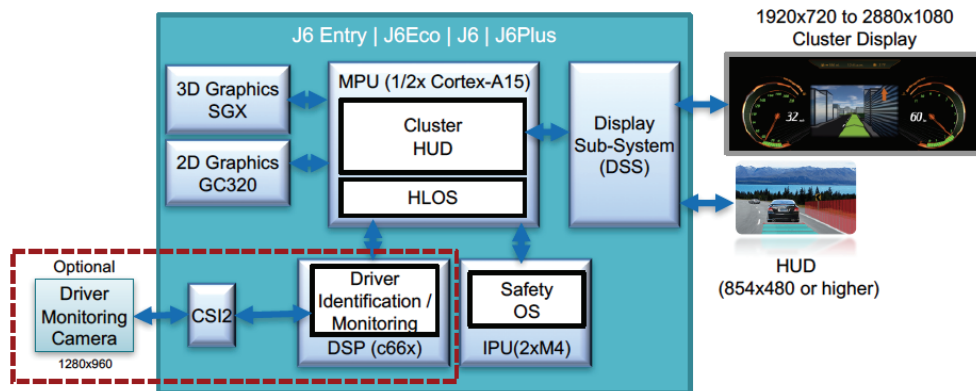

图 7. Jacinto 6 结构集成驾驶员监控和 HUD。
- 可选 DSP 和多媒体单元可用于集成驾驶员监控和识别以及智能手机投射等功能特性,而且不会显著增加系统成本。图 7 显示了参考架构,